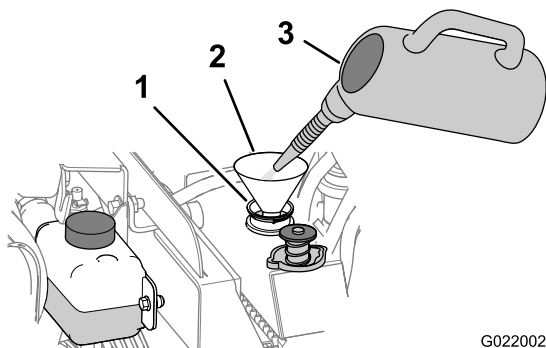

Рисунок 82
- C. Залейте чистящий раствор для системы охлаждения в радиатор через заливную горловину (Рисунок 82).